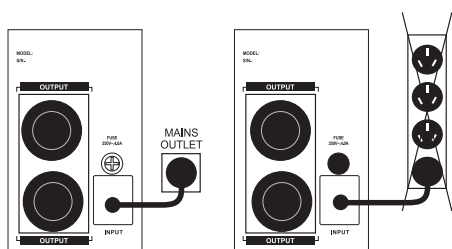

Fig. 1
- Non collegare l'UPS a una scarpetta, a meno che questa non abbia un controllo di massa. (vedi Fig. 1)